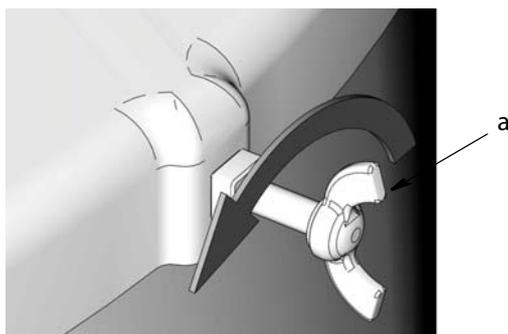

Рис. 5
- Ослабьте винты крышки бочки (а) и снимите ее (Рис. 5).